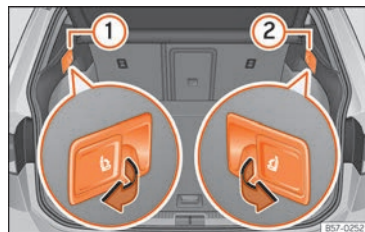

Fig. 78 En el maletero: palancas para desbloqueo del respaldo trasero.
- Tire de la palanca de desbloqueo a distancia de la parte izquierda »» fig. 78 ① o derecha ② del respaldo en el sentido de la flecha. La parte desbloqueada del respaldo trasero se abate automáticamente hacia delante.